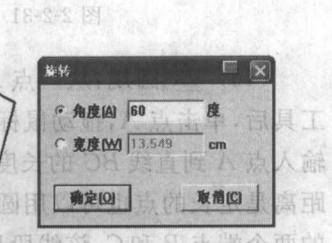

图 2-2-38
(19) 旋转粘贴:此工具栏下包括对称粘贴、翻转粘贴、成组粘贴和移动旋转粘贴等工具,选择旋转粘贴工具按住不动超过1s后就会弹出其他工具。选中旋转粘贴工具后,单击左键依次选中需要旋转的点线(被选中会变红),或者左键单击空白处拖出一矩形框,选中要旋转的点线,点右键确定。然后在选择的旋转原点上单击左键(变红),按住鼠标拖至旋转端点(变红)后再松开,移动鼠标即可自由旋转纸样至指定的位置。最后单击左键弹出对话框,输入角度或距离完成操作(图 2-2-38)。